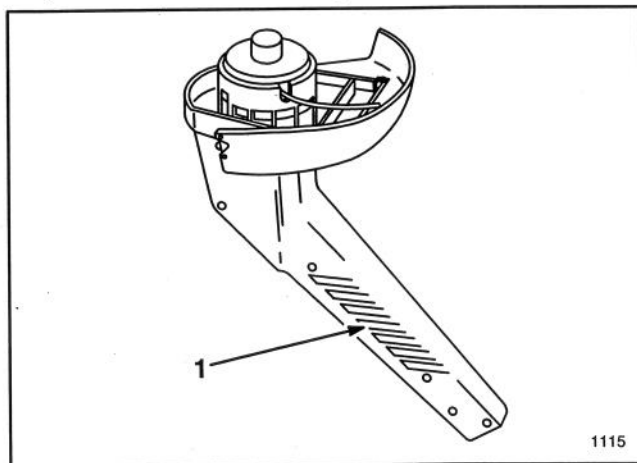

Figure 23
4. Dégager les débris des trous d'admission d'air de chaque côté du carter moteur (Fig. 23).